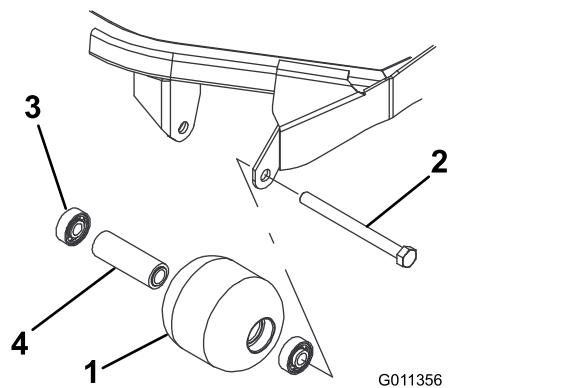

Figura 71
1. Retire o parafuso de montagem do rolo (Figura 71).
4. Verifique se a estrutura dos rolamentos, os rolamentos e o espaçoador de rolamentos estão danificados (Figura 71). Substitua os componentes danificados e volte a montar.
1. Introduza o primeiro rolamento na estrutura do rolo (Figura 71). Empurre só a calha externa ou, então, exerça o mesmo tipo de pressão nas calhas interna e externa.
2. Coloque o espaçador (Figura 71)
3. Introduza o segundo rolamento na estrutura do rolo (Figura 71) exercendo o mesmo tipo de pressão nas calhas interna e externa até a calha interna entrar em contacto com o espaçador.